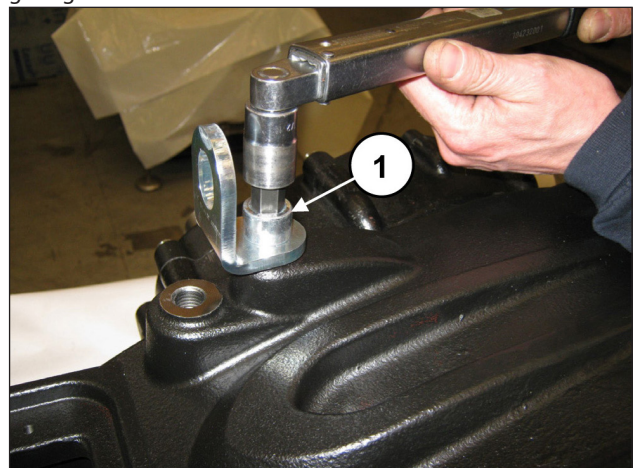

Abb. 93
Setzen Sie die Passfeder 14x9x60 in das Ritzel ein. Bringen Sie die Verschlüsse und Hehebügel mit den entsprechenden Schrauben M16x30 an (Pos. ①, Abb. 93). Eichen Sie die Schrauben mit einem Drehmomentschlüssel, wie in Kapitel 3 EICHWERTE FÜR DEN SCHRAUBENANZUG gezeigt.